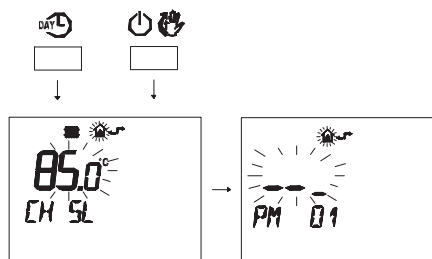

Figura 5.37
- Premere contemporaneamente i pulsanti **DAY** e **ON** per entrare nella programmazione trasparente (Figura 5.37).